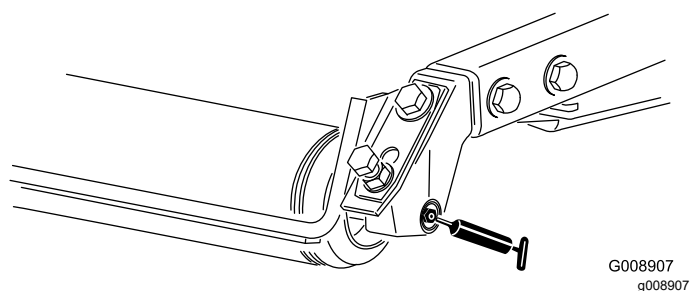

Figura 78
- Cojinetes de los rodillos traseros (2 por unidad de corte) – Figura 78